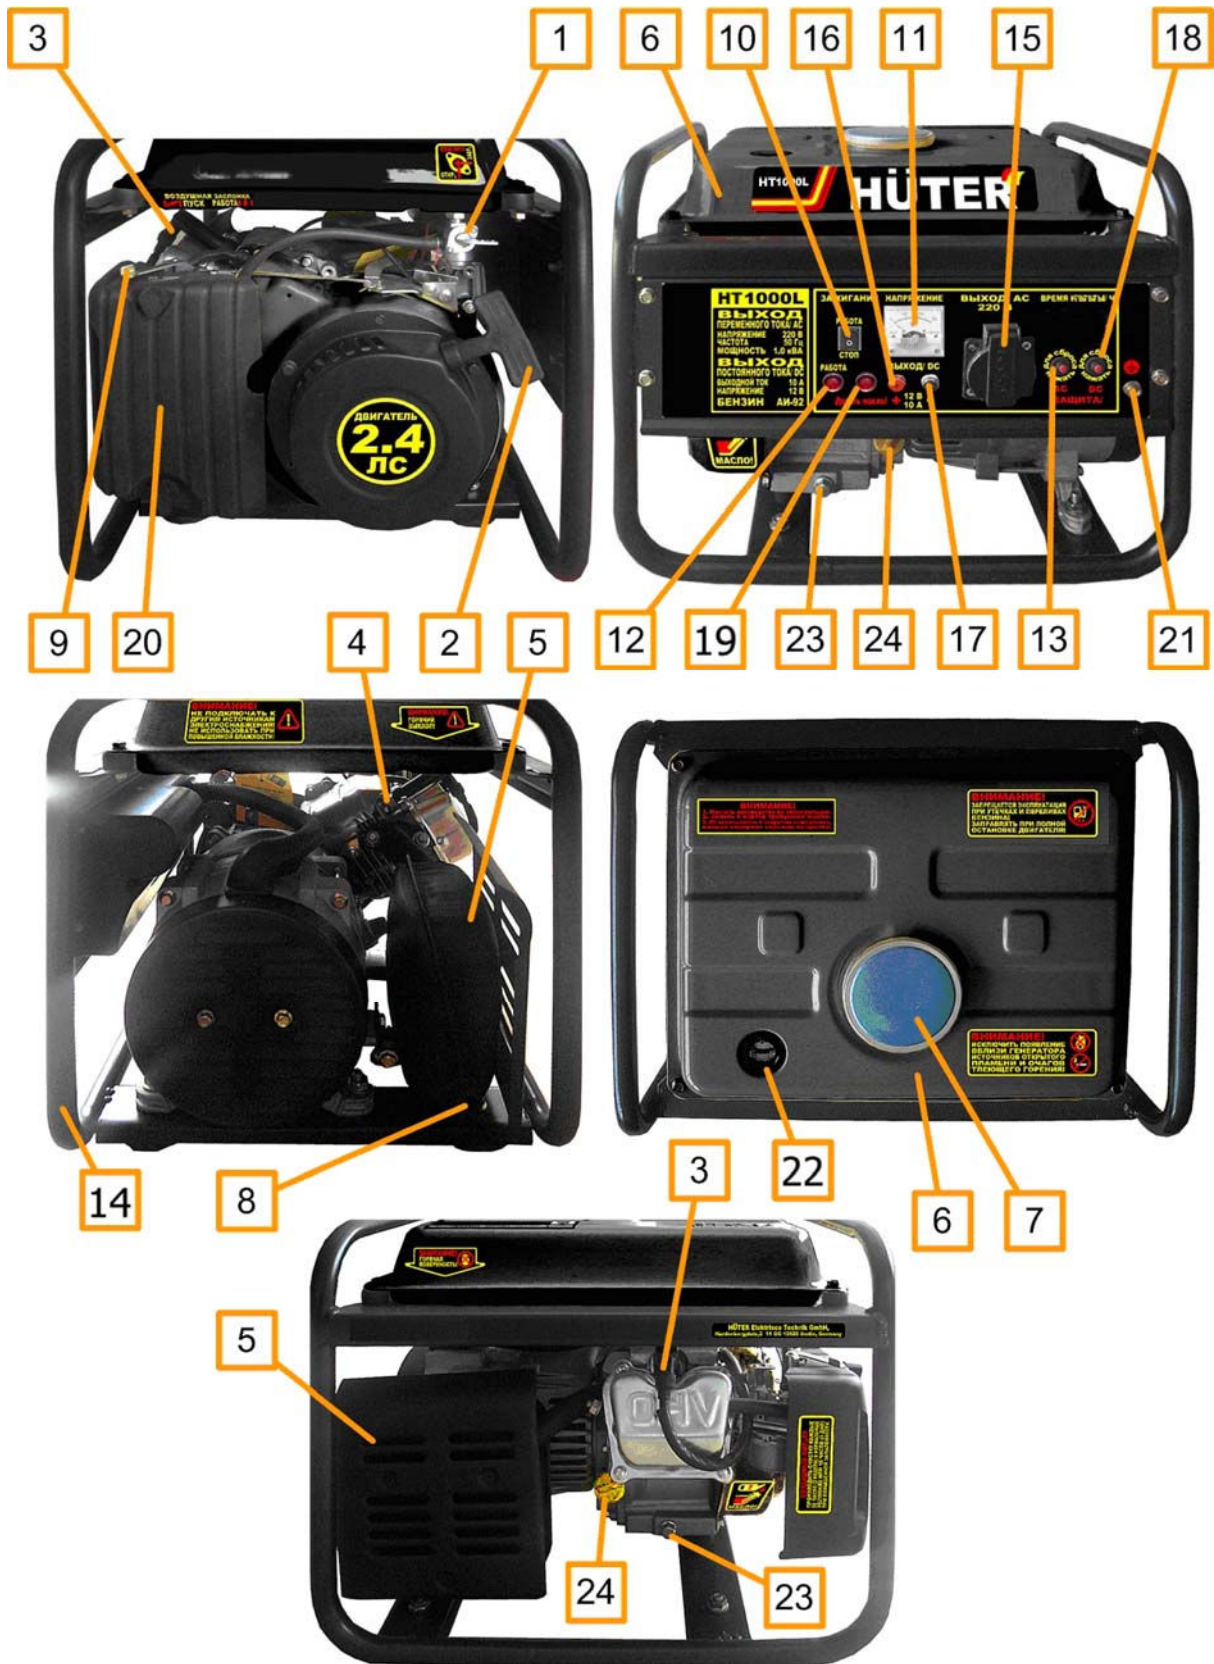

Рис. 1
- Вывинтить щуп (поз.24 рис.1) и залить в картер масло соответствующего типа (таблица 2 п.8) до нижнего края горловины. Вставить чистый сухой щуп в горловину картера и вынуть его. Проверить уровень масла: граница смоченной области щупа должна располагаться между отметками минимального и максимального уровней.
- При установке генератора следует подключить к резьбовой клемме (поз. 18 рис. 1) проводник заземляющего устройства, удовлетворяющего требованиям раздела «Обеспечение требований безопасности».
- Отключить все потребители переменного тока от генератора, переведя рычаг автоматического выключателя в отключенное положение «0», отсоединить потребители постоянного тока от клемм (поз. 14, 15 рис. 1).
- Открыть топливный кран (поз. 1 рис. 1, см. также рис. 3).
- Перевести рычаг управления воздушной заслонкой (поз. 9 рис. 1) в крайнее левое положение при пуске холодного двигателя и в промежуточное положение при пуске прогретого двигателя.
- Перевести выключатель двигателя (поз. 9 рис. 1) в отключенное положение «0».
- Плавно вытянуть до упора трос ручного стартера за ручку (поз. 2 рис. 1) и вернуть в исходное положение (см. также рис. 4).
- Перевести выключатель двигателя (поз. 10 рис. 1) во включенное положение «1».
- После прогрева двигателя в течение времени около 10-40 секунд, в зависимости от начальной температуры, перевести рычаг заслонки (поз.9 рис.1) в крайнее правое положение, если при этом двигатель работает неустойчиво вернуть рычаг заслонки (поз. 9) в прежнее положение и обеспечить завершение прогрева.
- При работающем генераторе отключить от разъемов (поз. 15, 16, 17 рис. 1) все потребители электроэнергии.
- Перевести выключатель двигателя (поз. 10 рис. 1) в отключенное положение «0».
- Закрыть топливный кран (поз. 1 рис. 1, см. также рис. 4).
- 6.1 Наличие выходного напряжения цепи переменного тока отображается включением индикатора (поз.12 рис.1). Величина напряжения переменного тока контролируется вольтметром (поз. 11 рис.1).
- 6.2 Причиной отсутствия напряжения при работающем генераторе может служить срабатывание автоматических выключателей защиты цепей от перегрузки (поз. 13, 18 рис.1). В этом случае следует устранить причину перегрузки и нажать кнопку сброса соответствующего автоматического выключателя после его остывания.
1. Вывинтить щуп-пробку поз. 24 (рис. 1) из горловины картера, см. также рис. 5. Опустить в горловину сухой, чистый щуп и вытащить его – край смоченной маслом области должен располагаться между отметками минимального и максимального допустимого уровней.